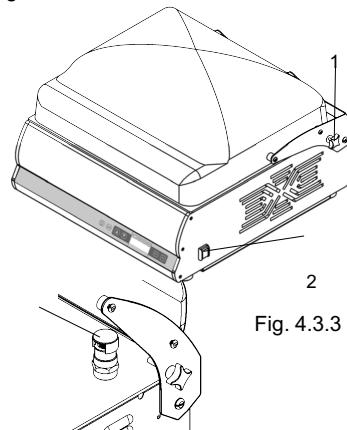

Fig. 4.3.4
(Pos. 3, Abb. 4.3.4).
- Entfernen Sie den Saugverschluss (Pos. 3, Abb. 4.3.4).